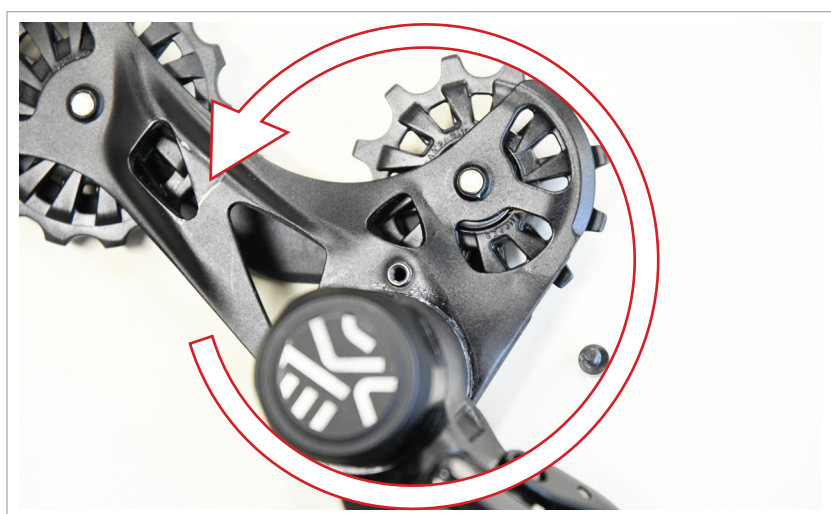

Abb.3
3) Bewegen Sie den Schwenkbügel, bis die Feder vollständig entlastet ist (Abb. 3).